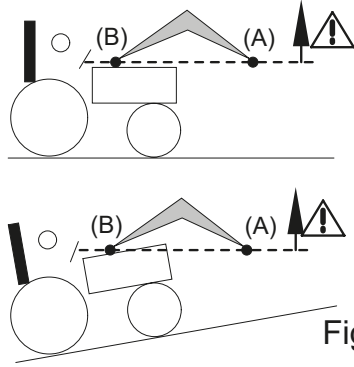
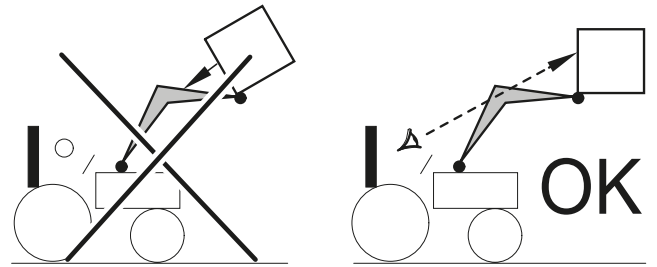

Fig. 2
Fig. 3
- Durante la operación de elevación y durante el desplazamiento, no aparte la vista de la carga a partir del momento en que el punto de pivote del implemento (A) sobrepase la horizontal del punto de pivote de la pala cargadora (B) [consulte la fig. 2]. Si es necesario, corrija la posición del implemento para que la carga no se dirija nunca hacia el conductor [consulte la fig. 3].
! **PELIGRO:** Si la carga no está bien asegurada, el operario corre el peligro de que la carga se caiga cuando el punto de pivote del implemento (A) sobrepase la horizontal del punto de pivote de la pala cargadora (B) [consulte la fig. 2].
! **PELIGRO:** Queda prohibido hundir la pala cargadora cuando el punto de pivote del implemento (A) sobrepase la horizontal del punto de pivote de la pala cargadora (B) [consulte la fig. 2].